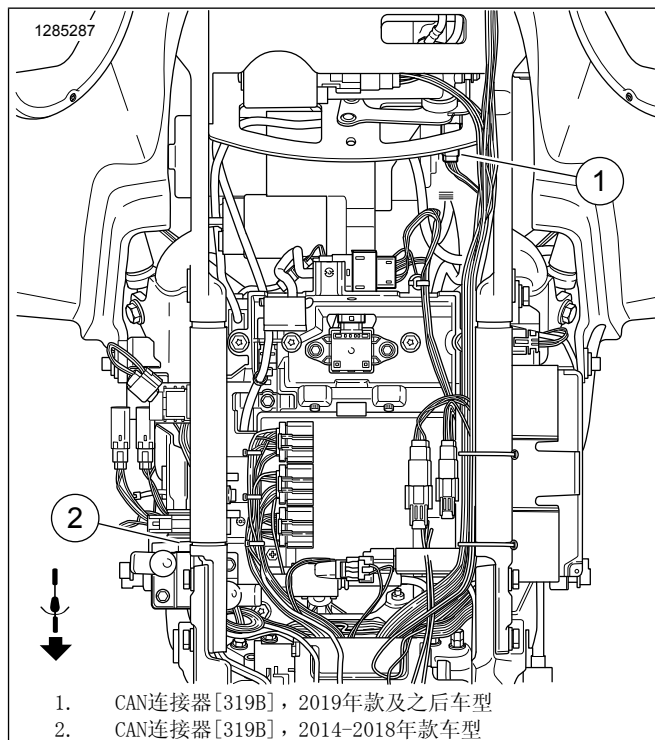

图3. CAN连接器[319B]
- 参见图3。在左侧盖下方找到2路Delphi CAN连接器[319B](1)。
- 参见图3。将[319B](1)和[319A]连接器沿车架布设，然后在车架下方布设至CAN车辆连接器左侧位置。